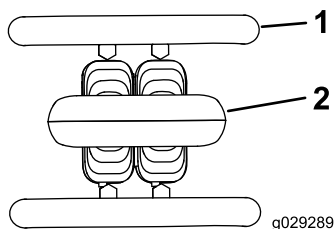

Рисунок 6
- Для остановки машины отпустите рычаг управления тягой (Рисунок 6).